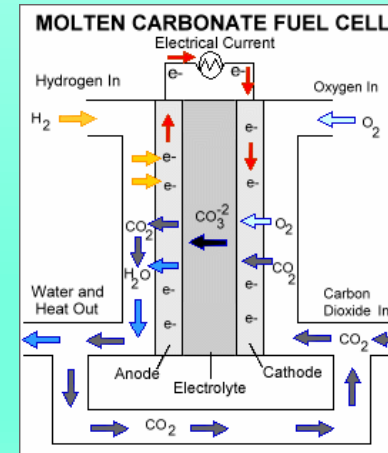

Fig. 10. Rappresentazione di una MCFC
- Fig.10. *Schema di una cella combustibile a carbonati fusi*, **{{PD-US}}**, wikipedia